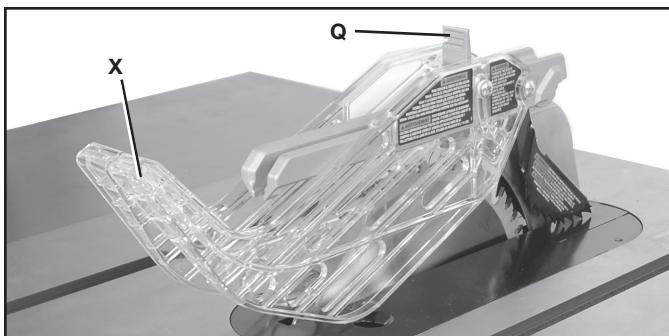
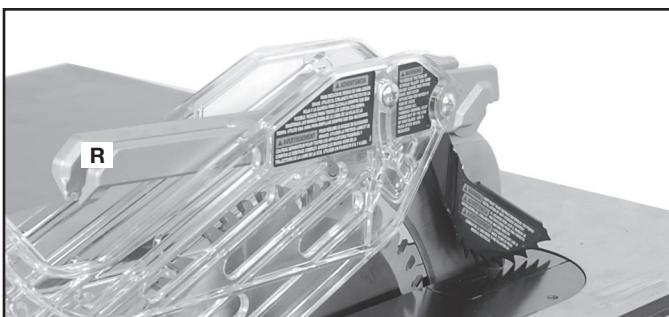

FIG. 13
FIG. 14
1. Con el ensamblaje del protector de la hoja (N) en forma vertical, deslice la clavija de posición (O) en la ranura del hendedor (P) para centrar el hendedor dentro de la muesca en forma de V del protector superior.
2. Rote el ensamblaje del protector de la hoja hacia el frente de la sierra mientras mantiene la clavija (O) en la parte superior de la ranura del hendedor. Rótelos hasta que el ensamblaje del protector de la hoja quede paralelo al banco. Vea la Fig. 13.
3. Mientras lo sostiene hacia abajo en la parte frontal de la porción de metal del protector (X), presione la palanca de bloqueo del protector de la hoja (Q), Fig. 13, hacia abajo hasta que quede firme en la posición de bloqueo, como se muestra en la Fig. 14. Controle que el protector esté bloqueado en el hendedor tirando del protector, como se muestra en (R), Fig. 14. Si el protector no está bloqueado, la palanca de bloqueo del protector de la hoja volverá a la posición de desbloqueado, como se muestra en la Fig. 13.
1. Levante la palanca de bloqueo del ensamblaje del protector de la hoja (Q), Fig. 13, en la posición de desbloqueado.